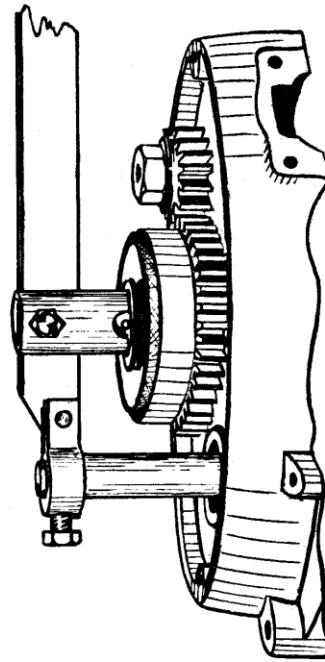

Fig. 3
9. Ved demontering af koblingen fastspændes koblingsværktøjet nr. 89.5—14 med bønningen på krankaksens venstre ende med sekskantskruen, se fig. 3. Sekskantskruen skal spænde i hak for kilebolt. Rørstykket på håndtaget sættes ned over øverste fjederskål, således at stiften, der holder fjederskålen, ligger fri i rørstykkets udsparinger. Tryk håndtaget ned og fjern stiftten.